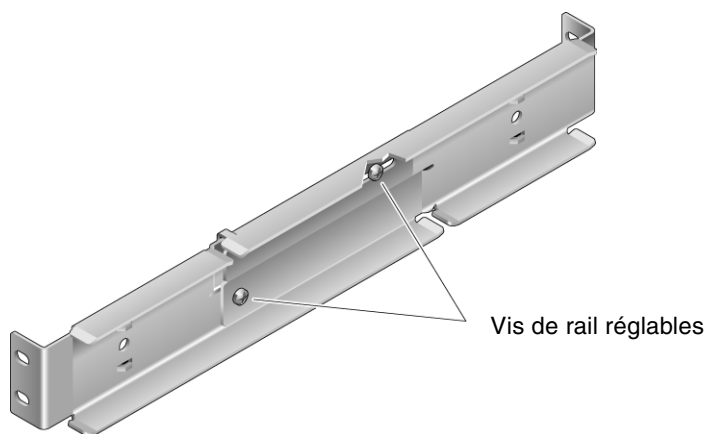

FIGURE 3-15 Vis de rail réglables
2. Desserrez les deux vis au centre de chaque rail réglable afin de pouvoir étendre ce dernier (FIGURE 3-15).
5. Serrez les deux vis au centre de chaque rail réglable (FIGURE 3-15).